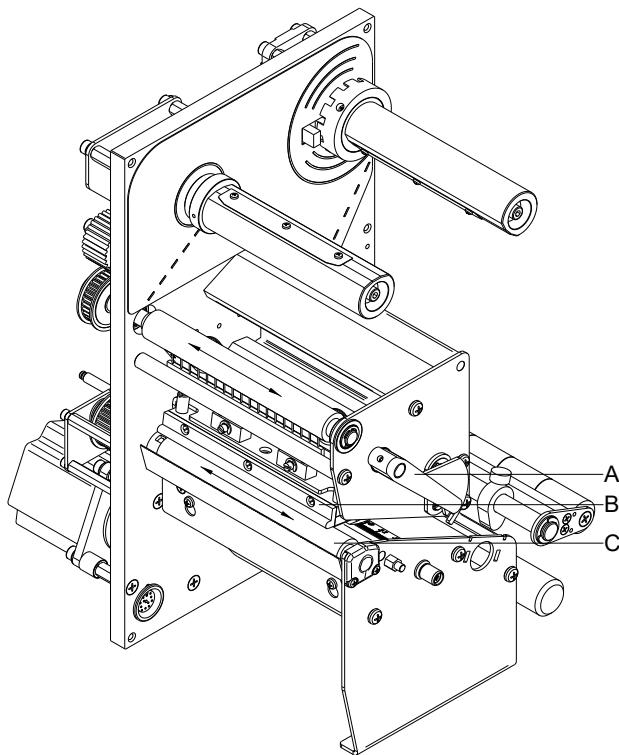

Figure 2
2. Tourner le levier (A, en Figure 2) en sens inverse des aiguilles d'une montre pour déverrouiller la tête d'impression.